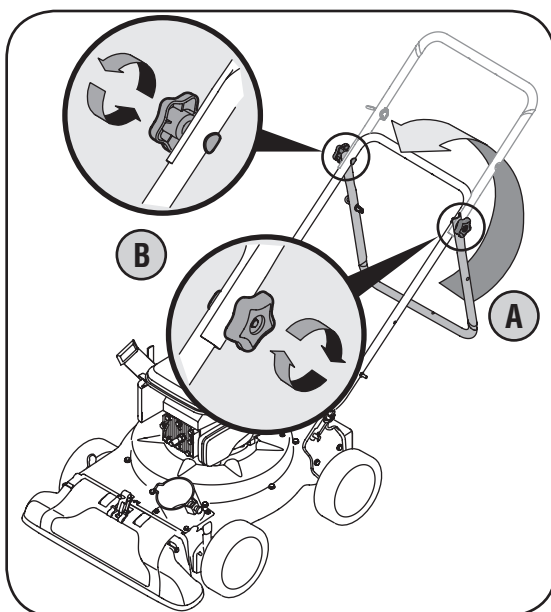

Figura 3-2
- a. Despliegue la manija superior hasta que quede alineada con la manija inferior. Asegúrese que la guía de la cuerda esté situada a la derecha de la manija superior. Vea la figura 3-2.
- b. Para sujetar las dos manijas ajuste las perillas de la manija (los pernos del carro deben estar colocados de forma adecuada en la manija). Vea la figura 3-2.